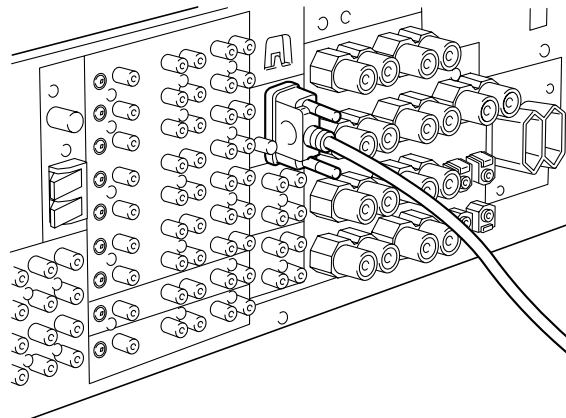

Fig. 1
- With the power turned off, connect the RS-232C cross cable between the PC and the RS-232C port of the unit as shown below. (Fig. 1)
- パワーオフ状態で、RS-232CクロスケーブルをPCと本機のRS-232Cポートに接続します。(Fig. 1)